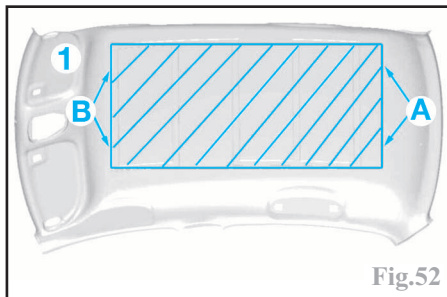

Fig.52
- Décoller progressivement la garniture (1) (Fig.52) en commençant par l'arrière (A) jusqu'à l'avant (B) (à l'aide d'une spatule).